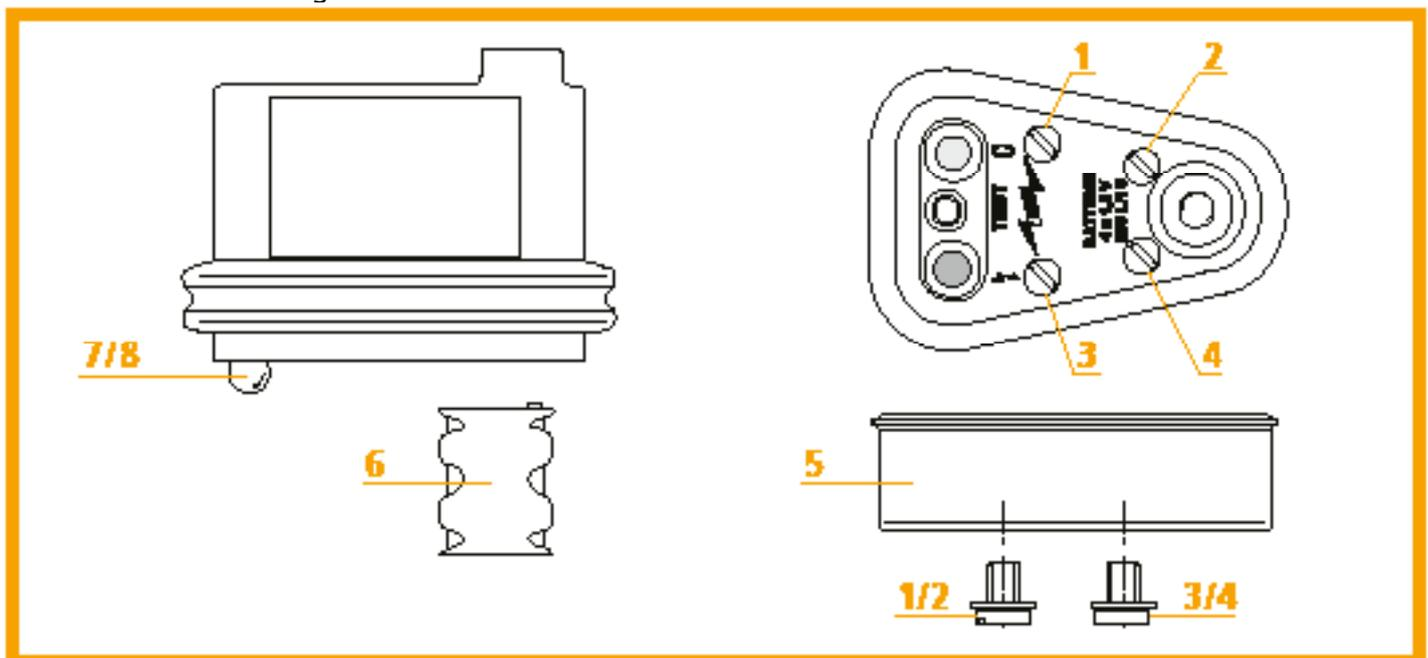

Fig. 5 Batterie- und Lampenwechsel
6.1 Batteriewechsel (siehe Fig. 5)
6.2 Lampenwechsel (siehe Fig. 5)